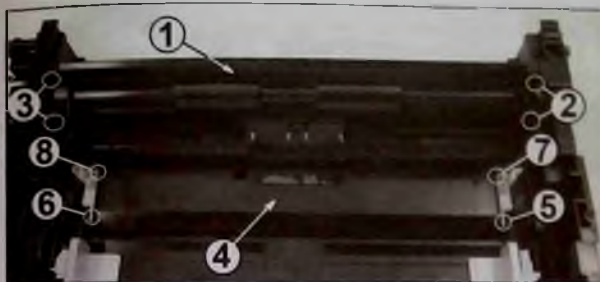

Рис. 26
мают выступы (3 на рис. 26) на ее левой стороне из посадочных отверстий и снимают направляющую бумаги вала транспорта с узла.
1. Располагают узел лотком подачи бумаги к себе. Запоминают положение направляющей бумаги (1 на рис. 26) на узле.
2. Прижимают направляющую к левой стороне узла, вынимают выступы (2 на рис. 26) на ее правой стороне из посадочных отверстий и перемещают правую сторону направляющей бумаги к себе.
1. Располагают узел лотком подачи бумаги к себе. Перемещают пластину (4 на рис. 26) вверх и фиксируют ее в приподнятом положении.
2. Плоской отверткой последовательно вынимают ближние выступы правого (5 на рис. 26) и левого (6) ползуна из отверстий на пластине.
3. Перемещают вверх ближнюю сторону пластины (поворачивают на дальних выступах ползун), устанавливают ее вертикально, вынимают дальние выступы правого (7 на рис. 26) и левого (8) ползун из отверстий пластины и снимают пластину прижима с узла.